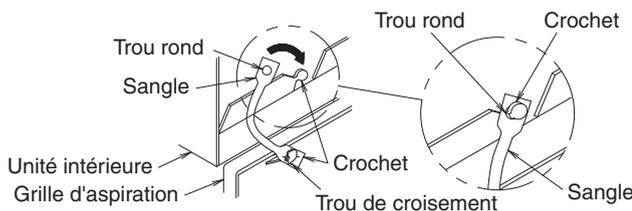

Fig. 38
- Lors de l'installation de la grille d'aspiration, suspendez le ressort de la grille d'aspiration à la partie de suspension de l'unité intérieure comme indiqué dans la Fig. 38.